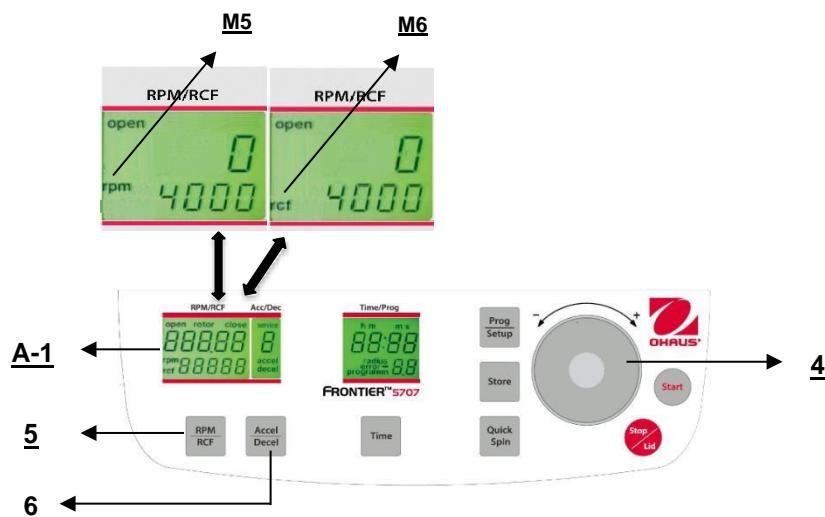

Figure. 16
Cette présélection est activée au moyen de la touche "**RPM/RCF**" (5) (voir la figure 16 ci-dessous). En appuyant sur la touche une fois, le mot "rpm" (M5) clignote. En appuyant sur la touche deux fois, il est possible de présélectionner les forces centrifuges. Le mot clignotant "rcf" (M6) apparaît alors. L'utilisateur peut définir les valeurs désirées avec le cadran de réglage (4). Sur l'affichage (A-1), la valeur régulée est présentée en permanence, avant, pendant et après la centrifugation.